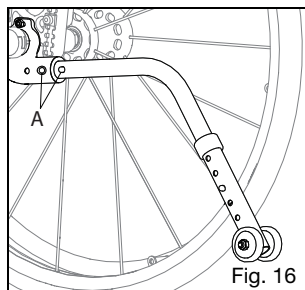

Fig. 16
Como instalar mecanismos anti-volteio padrão (Fig. 16)
1. Pressione o pino de desbloqueio do mecanismo anti-volteio posterior (Fig. 16:A) no tubo do mecanismo anti-volteio, de forma a que ambos os pinos de desbloqueio sejam conduzidos para dentro.